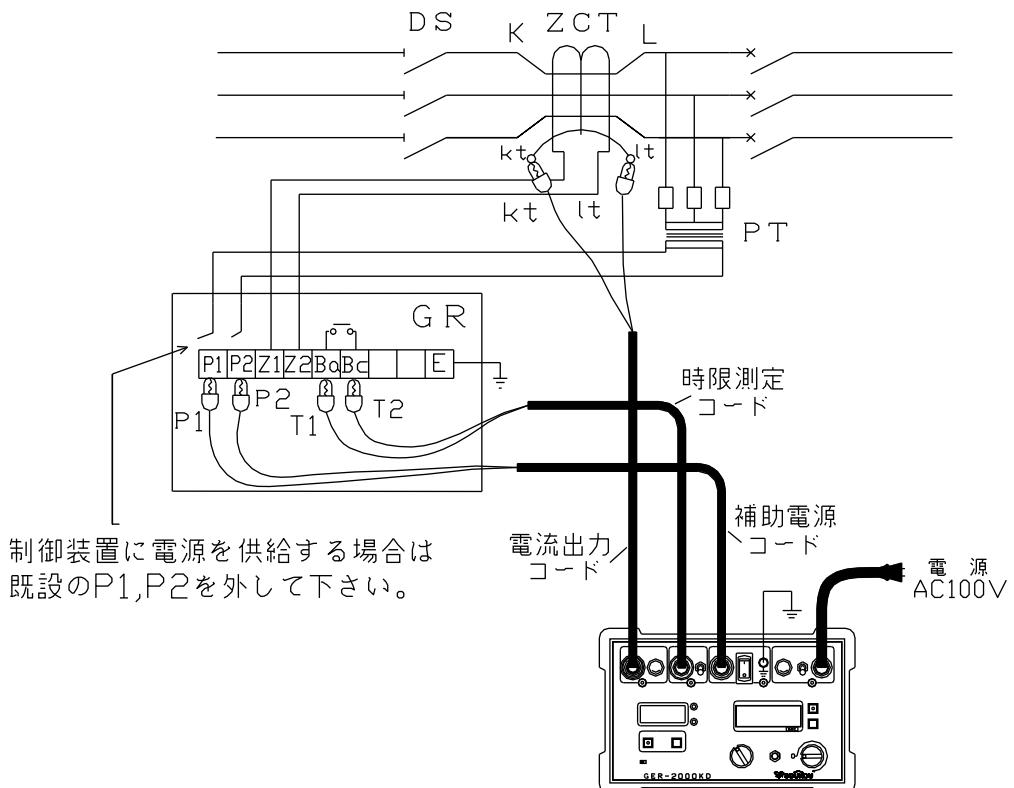

図3：試験回路図
7. 以上のような点を注意し、試験回路を構成します。(図3、4、5)